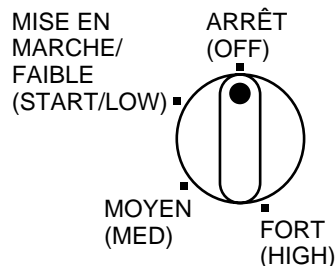

Figure 8 - Positions du bouton de commande
6. Tourner le bouton de commande sur la position FAIBLE (LOW) et l'enfoncer (voir la figure 8). Maintenir le bouton enfoncé et appuyer sur le bouton de l'allumeur piézo-électrique. Il peut être nécessaire d'appuyer de 3 à 8 fois sur ce bouton pour que le brûleur principal s'allume. Une fois qu'il est allumé, maintenir le bouton de la vanne de commande automatique enfoncé et le lâcher au bout de 30 secondes.